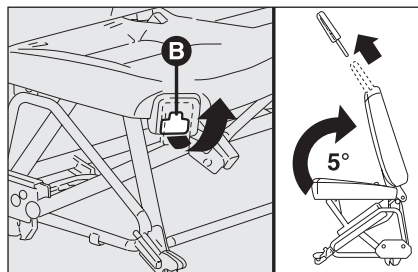

fig. 33
- soulever le levier **B**-fig. 33 (placé sous le levier **A**) en utilisant la main droite;